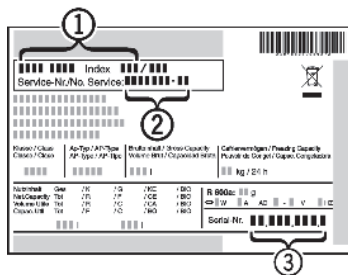

Рис. 9
- ▶ Определите и запишите обозначение модели (рис.9 (1)), сервисный номер (рис. 9 (2)) и серийный номер устройства (рис. 9 (3)), указанные на табличке с техническими характеристиками, расположенной на левой стенке внутри морозильной камеры.